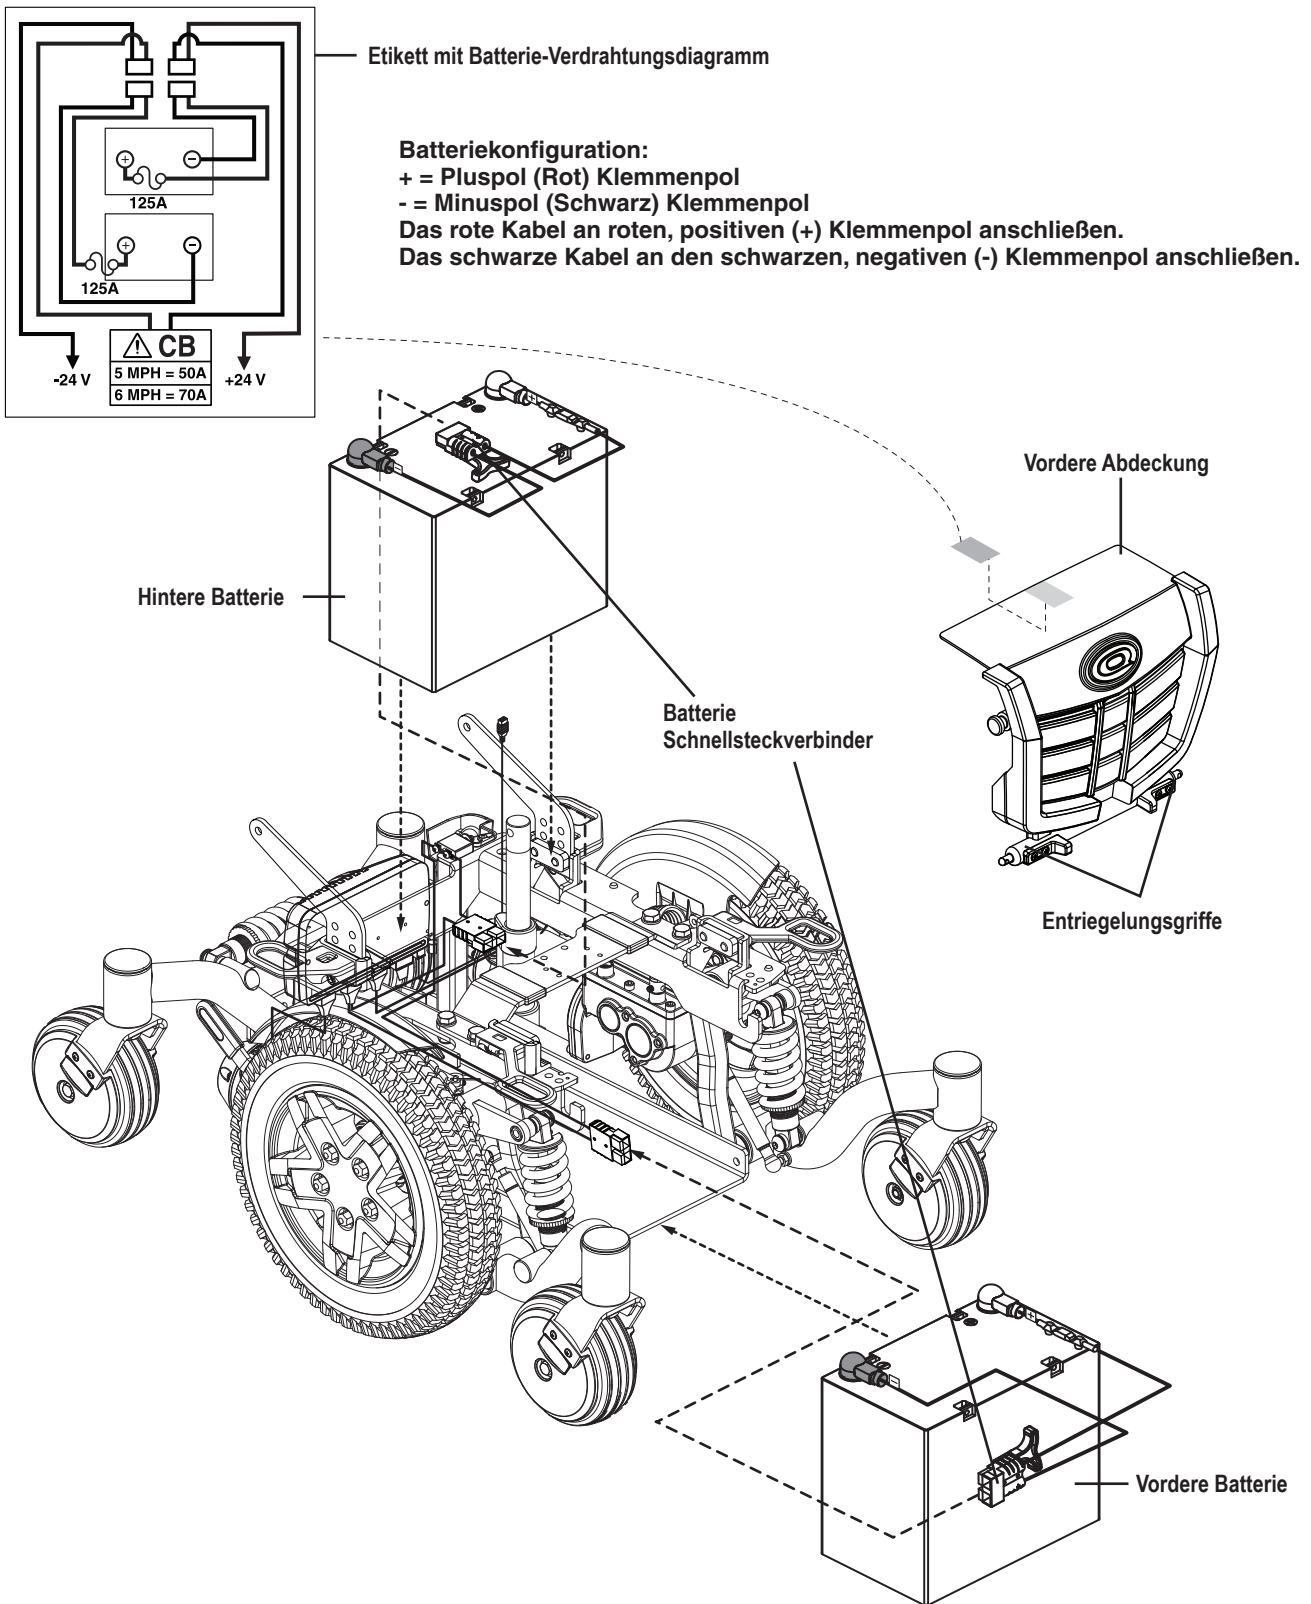

Bild 21. Batteriewechsel
6. Die vordere Abdeckung entfernen, indem Sie die Entriegelungsgriffe zusammendrücken (**siehe Bild 21**) und dann die Abdeckung nach oben von der Antriebsbasis wegbewegen.
13. Das Batteriekabel gemäß Batterieanschlussplan mit der neuen vorderen Batterie verbinden. **Siehe Bild 21.**
14. Das Batteriekabel gemäß Batterieanschlussplan mit der neuen hinteren Batterie verbinden. **Siehe Bild 21.**